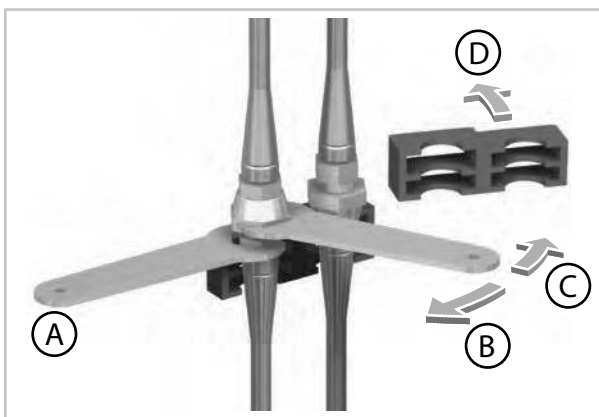

Fig. 14: Dévissage du contre-écrou de gauche
9. ➤ Dévissez l'écrou-raccord de gauche avec la clé plate jointe SW 24. Résistez au mouvement au niveau du demi-accouplement inférieur avec la deuxième clé plate SW 21 (Voir la Fig. 14).